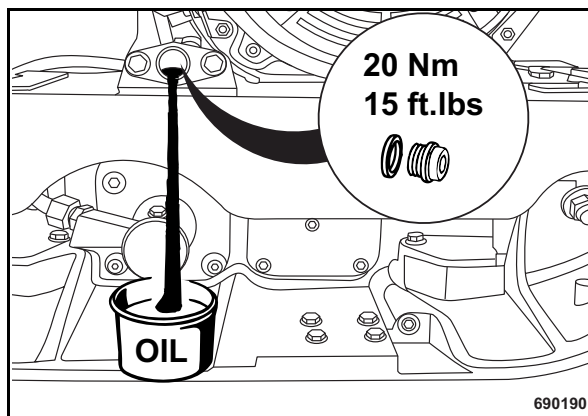

Fig. 44
- Desenroscar el tornillo de descarga de aceite y recoger el aceite usado saliendo (Fig. 44).